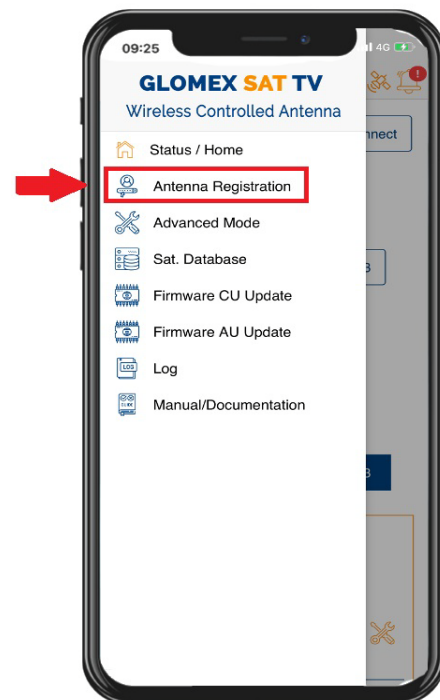

Fig. 34
- Cliquez sur « Enregistrement de l'antenne » (Fig. 34).